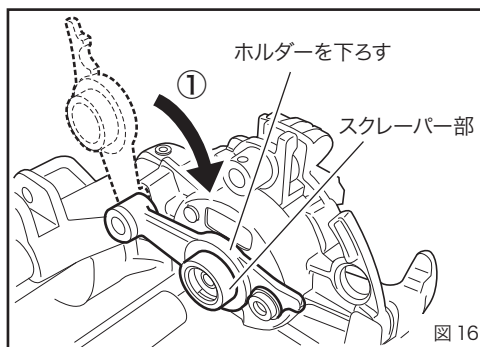

図 16
10. 転造ねじ加工の手順 (図 16 ~ 23)
1. 真円加工 (図 16 ~ 18)
① 転造ヘッドのホルダーを下ろした状態にします。(図 16)